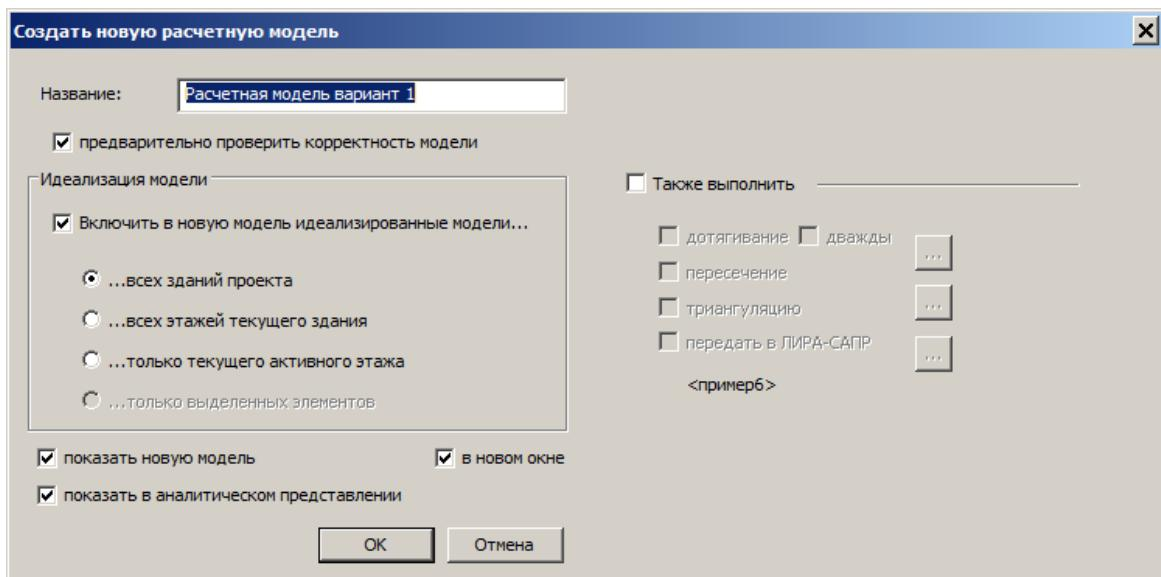

Рис.4.1. Диалоговое окно **Создать новую расчетную модель**
- Вызовите диалоговое окно **Создать новую расчетную модель** (рис.4.1) щелчком по кнопке - Расчетная модель (на вкладке Аналитика).